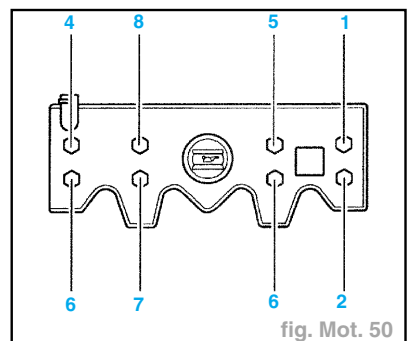

fig. Mot. 50
- Amener les vis au contact du couvre-culasse dans l'ordre **8-5-7-6-4-1-2-3** (fig. Mot. 50).